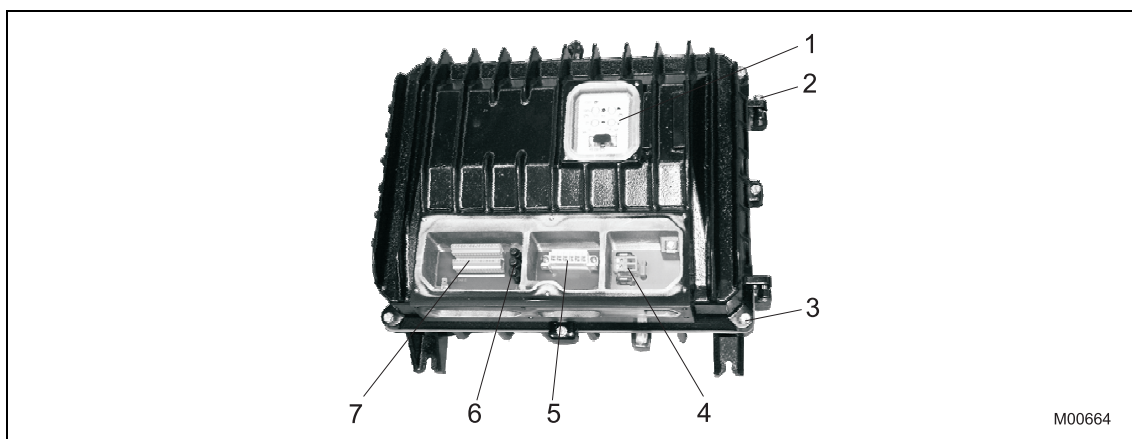

Рис. 8: Отсек подключения
2. Вывинтить болты крышки (Рис. 8).
6. Вывинтить шарнирные болты (Рис. 8).
3. Закрыть корпус и завинтить болты крышки (Рис. 8).